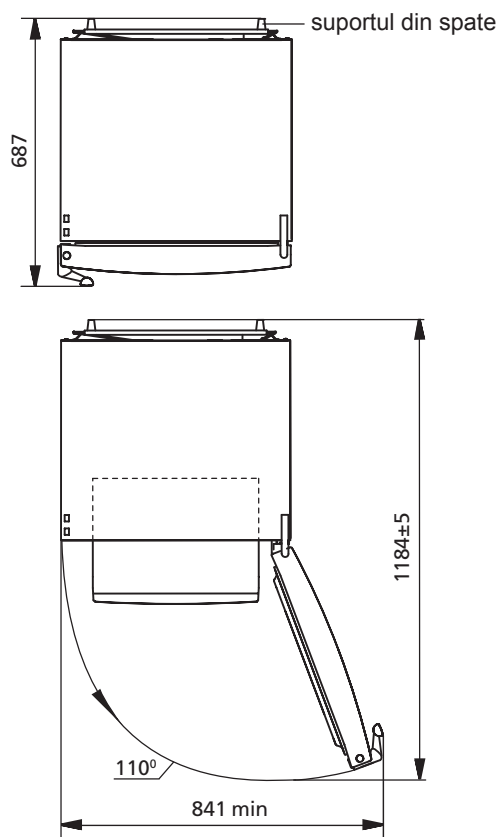

Figura 2 – Congelator (vedere de sus)
1.3 Spațiul total necesar pentru funcționarea congelatorului este determinat de dimensiunile prezentate în figura 2 în milimetri. Designul congelatorului oferă un unghi maxim de deschidere a ușii de 110°. Pentru a evita deteriorarea, **ESTE INTERZIS** să folosiți forța pentru a deschide ușa la un unghi mai mare de 110°.